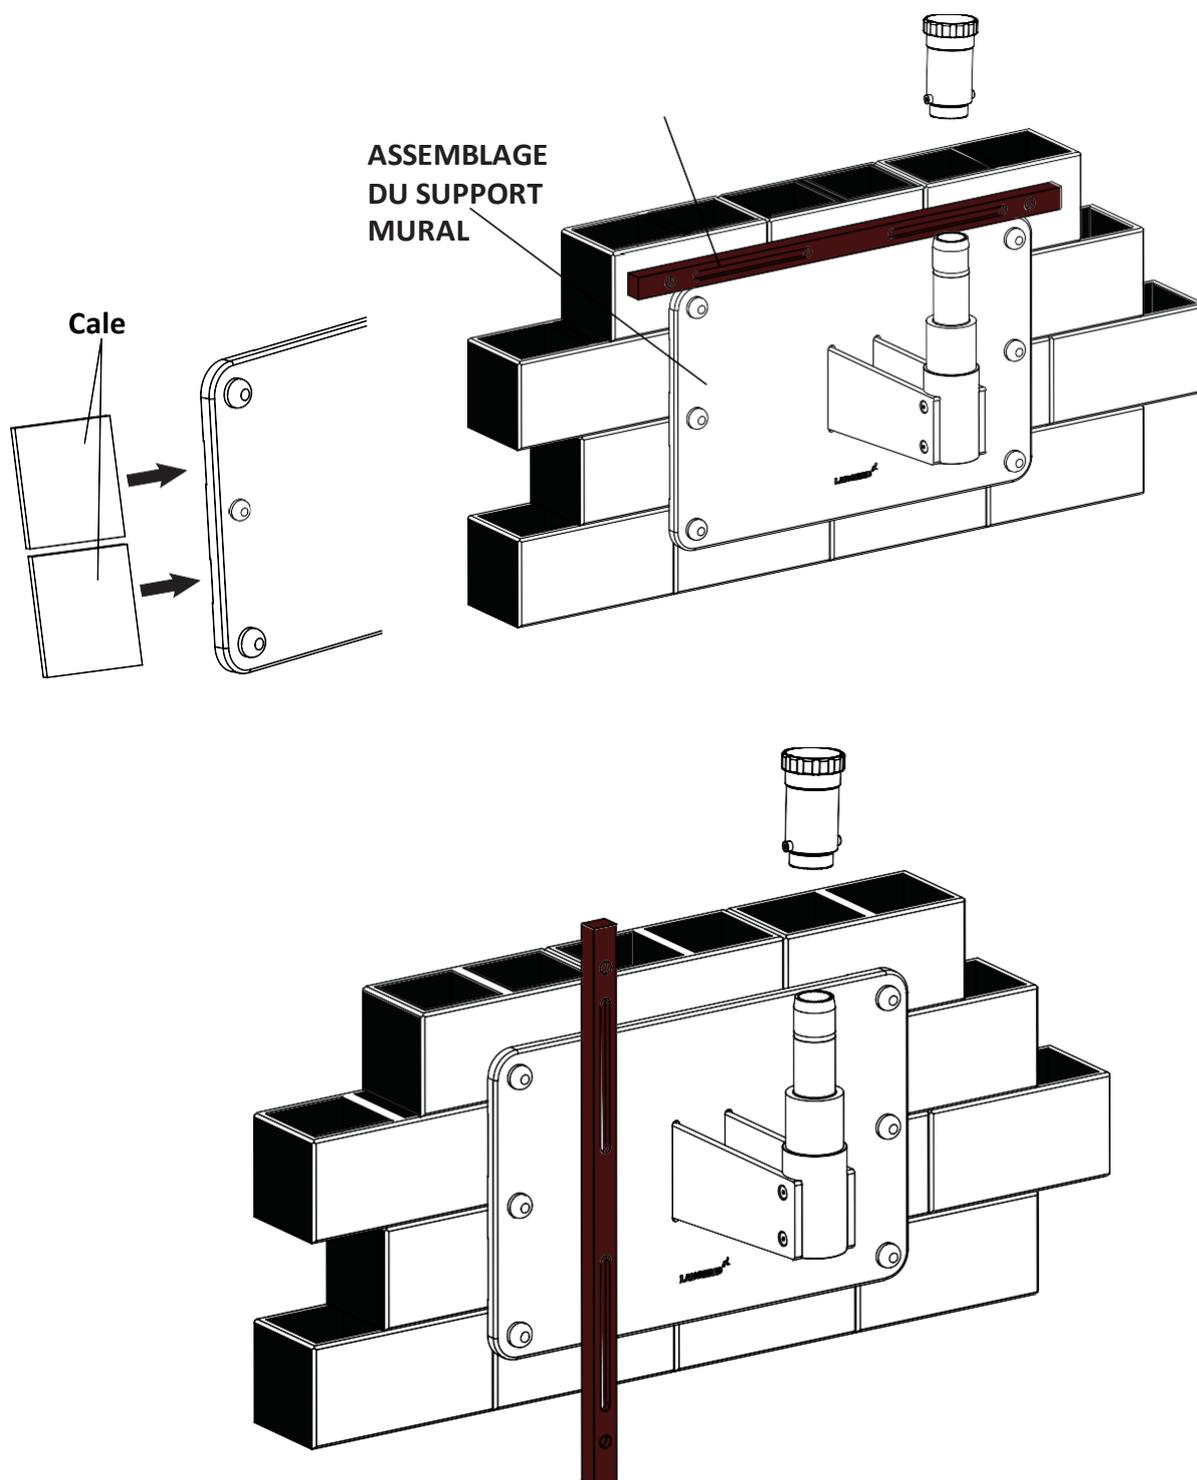

Fig. 15
2. Dévissez le bouchon fileté de l'axe de fixation murale comme indiqué à la fig. 15.